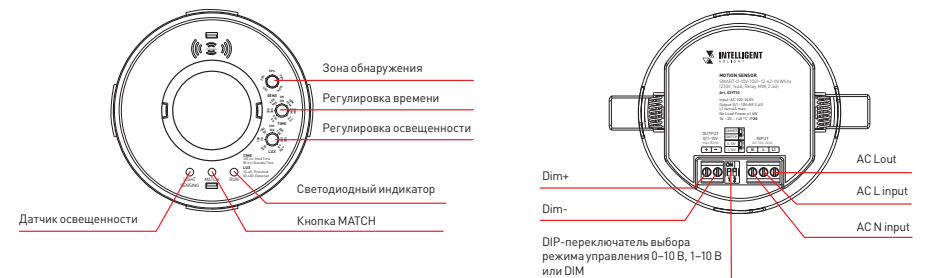

Рис. 1. Устройство датчика движения
- Извлеките устройство из упаковки и убедитесь в отсутствии механических повреждений. Устройство датчика движения представлено на рис. 1.